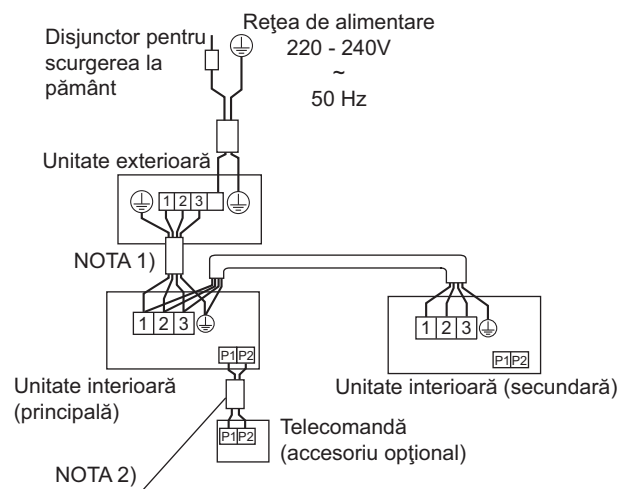

Fig. 32
- 1 telecomandă controlează 2 unități interioare (2 unități interioare funcționează egal). (Consultați Fig. 32)